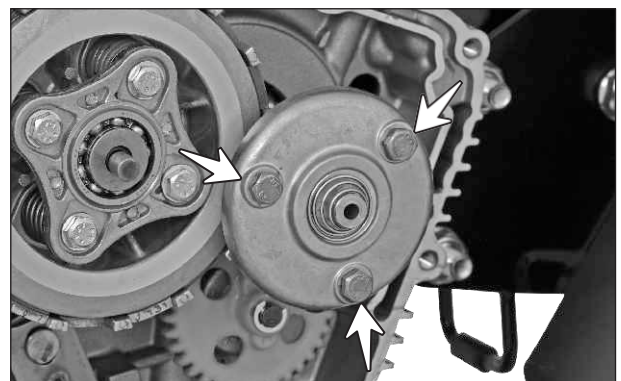

Fig. 2.8
- Retire los 3 tornillos hexagonales (M6x16) de la tapa del filtro centrífugo. (Fig. 2.8)